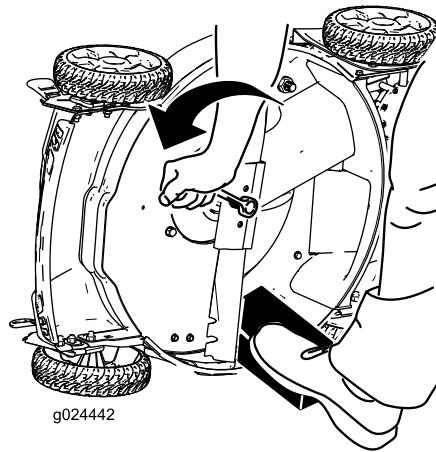

Figure 24
3. Immobilisez la lame avec un morceau de bois (Figure 24).